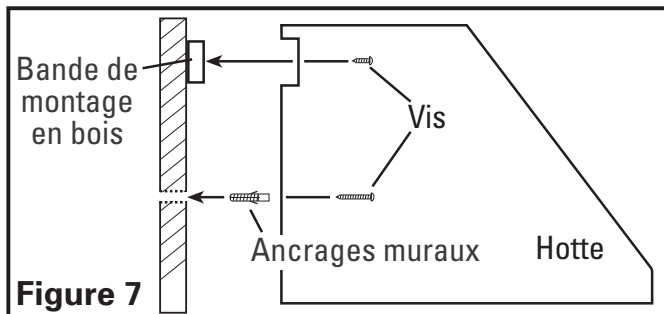

Figure 7
3. Faire reposer la cavité sur le côté arrière sur la bande de bois et marquer les emplacements de perçage sur le mur pour les ancrages muraux au bas à l'arrière de la hotte. Enlever la hotte et installer les ancrages muraux (Figure 7).
4. Faire reposer la cavité sur le côté arrière de la hotte sur la bande de bois et fixer à la bande de bois avec les vis de 1,9 cm comprises au travers des trous dans l'arrière de la hotte qui s'alignent avec la bande de bois (utiliser les 6 vis pour les largeurs de 76,2 et de 91,4 cm et 8 vis pour les largeurs supérieures). Fixer le bas de la hotte en installant les vis fournies avec les ancrages muraux. (Figure 7).